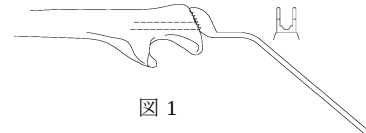

図 1
- 1) エントリーホール開窓後、尺骨ロッド用チゼルガイドを肘頭骨面にあてがいます。（図 1）